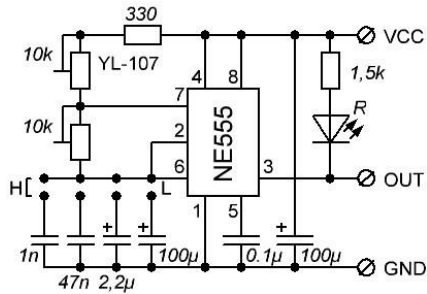

Рисунок 2.1 – зміна частоти мультивібратора за допомогою включення додаткових ємностей та резисторів
- 2.3 Дослідити вигляд вихідних імпульсів мультивібратора при зміні ємності конденсаторів, поступово вмикаючи тумблер Н (рис. 2.1)(SA1 на стенді).